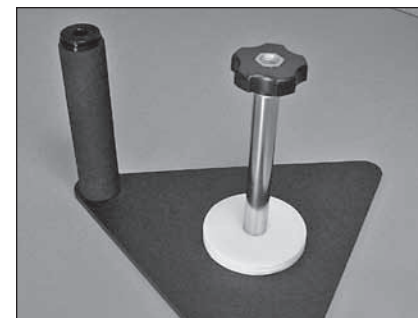

Figure 2. Pour charger et enlever les contrepoids, il est préférable de le faire avec le Support de Contrepoids dans cette orientation.
1. Réglez le Support de Contrepoids sur le sol comme représenté sur la **figure 2**.